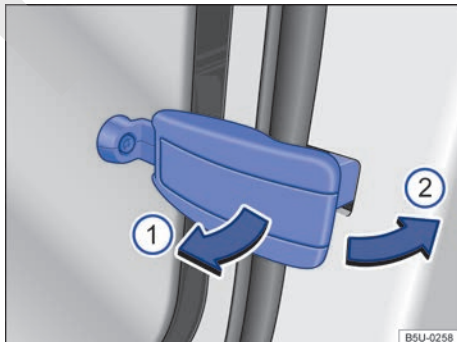

Fig. 64 Cerrar la luneta abatible.
- Tirar de la palanca de bloqueo en el sentido de la flecha → fig. 64 ① hacia adentro.
- Presionar la palanca de bloqueo en el sentido de la flecha → fig. 64 ② hacia atrás, hasta que se bloquee y la luneta quede cerrada.